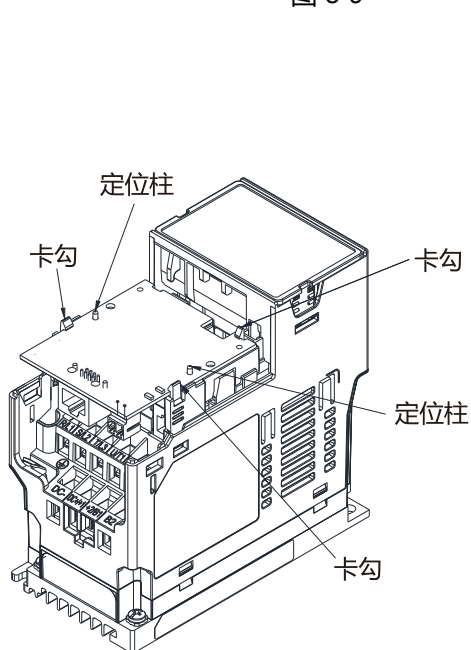

图 8-11
5. 组装配件卡：先将配件卡的端子面朝下，接着再将配件卡上的两个圆孔对准定位柱后下压，让三个卡钩卡住配件卡，如图 8-11 所示。